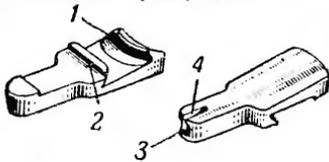

Рис. 24. Выбрасыватель:
**25. Выбрасыватель с упором и пружиной** (рис. 24) служит для извлечения гильзы из патронника и удержания ее в чашечке остова затвора при движении затвора назад. Он имеет: зацеп для захватывания за край гильзы; выступ, ограничивающий смещение выбрасывателя вперед и в стороны; гнездо для конца упора; продольный вырез для вывода конца упора из гнезда выбрасывателя при отделении последнего от затвора.